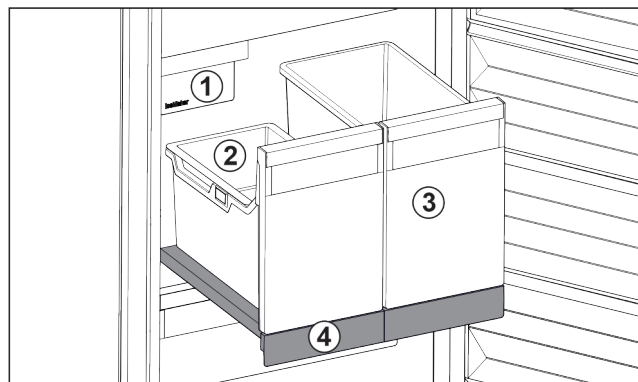

Fig. 98 Изтегляща се дъска с IceTower
- (2) Окачваща се поставка за ледени кубчета
- (4) Изтегляща се дъска
Върху изтеглящата се дъска има два високи съда (IceTower). В съда Fig. 98 (2) се събират и съхраняват ледени кубчета от IceMaker. Съдът Fig. 98 (3) е подходящ за съхранение на високи хранителни продукти като пици или алкохолни напитки.